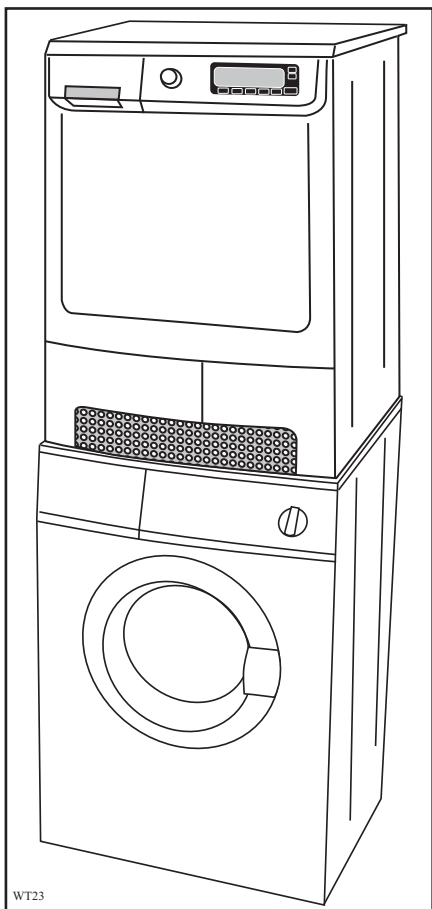

Fig 15
- Modeller med liten luke på sokkelen (fig 15, 16 og 17).